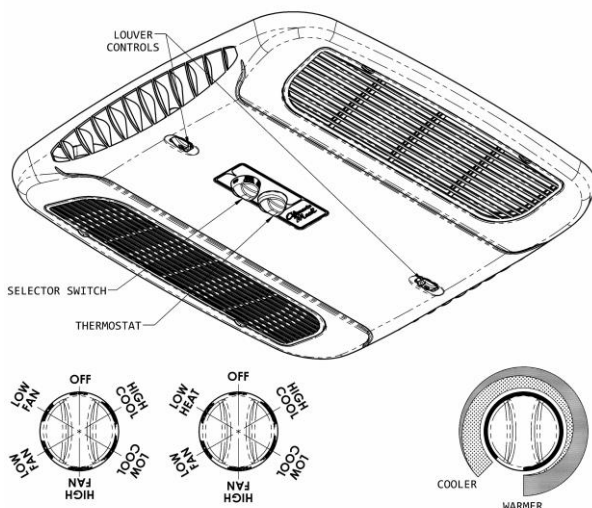

Figure 1
A. Le sélecteur – le sélecteur détermine le mode de fonctionnement du climatiseur. En le tournant, l'opérateur peut obtenir toutes les fonctions du système voulues. Celles-ci varient selon les options de l'unité du toit et du plafond. Le figure 1 illustrents l'emplacement du sélecteur et énumèrent toutes les fonctions disponibles par modèle.
Pour les modèles «chaleur/refroidissement», le thermostat contrôle aussi les réglages de température «ON» et «OFF» du radiateur. Voir figure 1 à la page 2.
(se reporter aux figure 1, page 18).
IV. Pour chauffer (modèle de plafond «Elect-A-Heat» seulement), se reporter aux figure 1, page 18
V. Pour la circulation d'air seulement (se reporter aux figure 1, page 18).